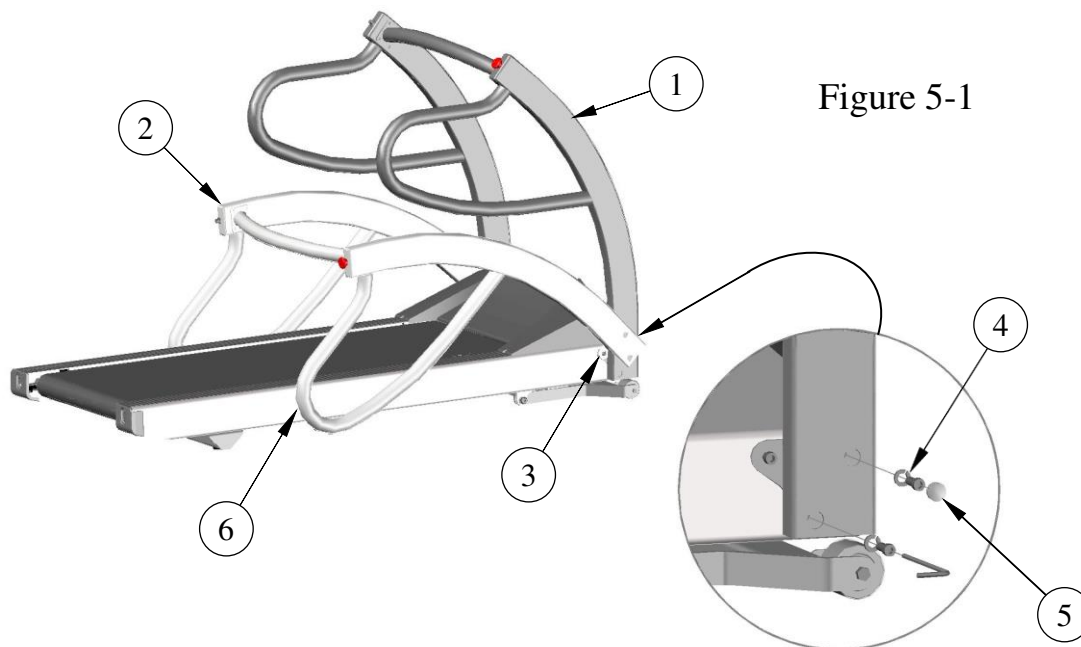

Figure 5-1
1. Faites basculer l'assemblage de la main courante en position de fonctionnement et insérez (2) boulons 3/8-16 et une rondelle de blocage 3/8 de chaque côté et serrez fermement.
2. Installez (2) capuchons en plastique de chaque côté pour une apparence finie. Figure 5-1